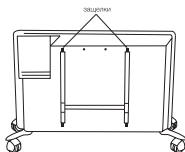

Рис. 4
- нажмите на защелки и потяните кронштейн на себя нажав вниз на две защелки (рис. 4);
Произвести чистку пространства позади установленного на стене обогревателя довольно несложно. Нажмите вниз две защелки (рис. 4) на задней стенке обогревателя, и потяните сам обогреватель вперед. После того, как он будет снят, можно будет вымыть стенку, на которой он был установлен. После завершения уборки установите обогреватель в его нормальное рабочее положение.